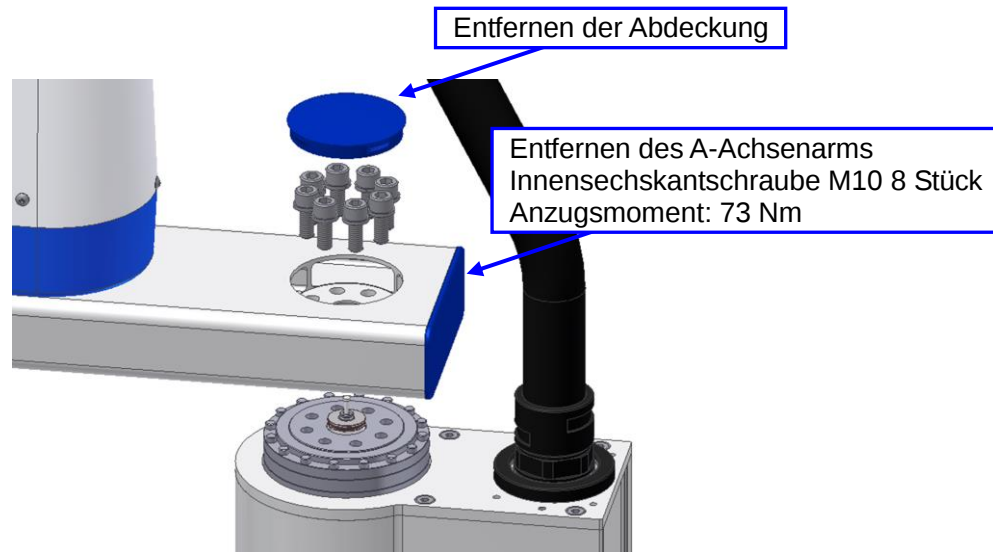

Bild 5-2 Entfernen des A-Achsenarmes
- (3) Trennen der Steckverbinder von Motor und Encoder der A-Achse.
- (4) Entfernen des Abdeckung des A-Achsengetriebes.
- (5) Entfernen des A-Achsenarms. (Siehe Bild 5-2)